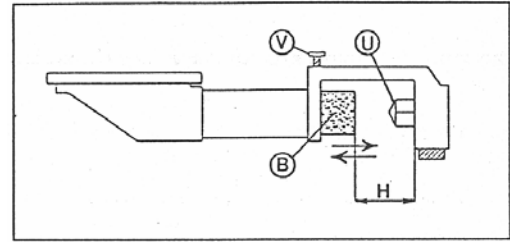

Abb. 5
- Für den Dreifachkronen-Brenner (Abb. 5) die Schraube "V" lösen, die die Einstellbuchse "B" befestigt. Die Buchse auf einen Abstand H einstellen, unter Berücksichtigung des in Tabelle 2 angegebenen Wertes. Dann die Schraube "V" erneut anziehen.